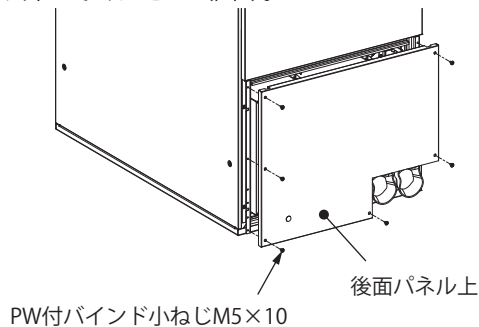

図6
①後面パネル上のPW付バインド小ねじM5×10（6か所）を取り外してください（図6）。